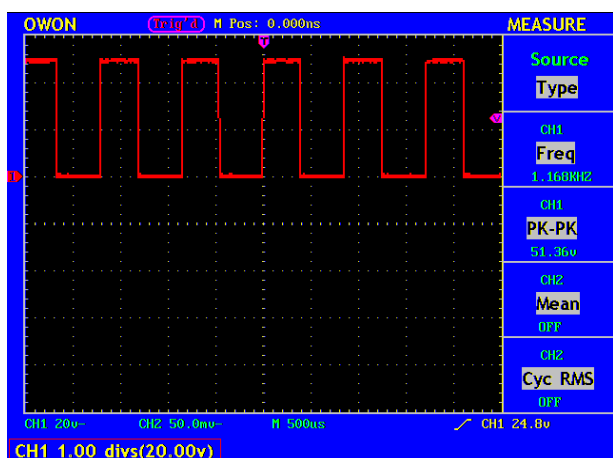

Рисунок 5.17.1. Отображение информации о вертикальном положении осциллограммы
- 3 После регулировки информация о вертикальном положении осциллограммы канала отображается в левом нижнем углу экрана (см. рис. 5.17.1).